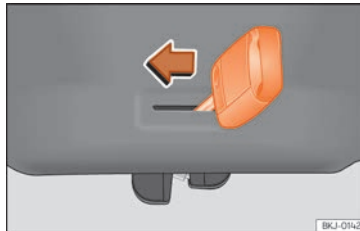

Abb. 9 Notentriegelung der Heckklappe
- Den Schlüsselbart in den Schlitz stecken und das Verriegelungssystem entriegeln, indem der Schlüssel von rechts nach links in Pfeilrichtung » **Abb. 9** bewegt wird